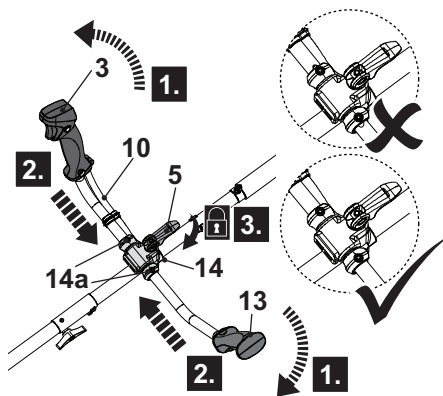

Fig. 6
1. Déployez le levier de serrage (5) mais ne le retirez pas, puis faites pivoter les deux poignées (3, 13) de 90 ° de la position d'entreposage à la position de travail (Fig. 6, étape 1).
2. Faites passer la fente des poignées (3, 13) dans les boulons (14a) du support de poignée (14) jusqu'à ce que vous entendiez un clic, puis maintenez les poignées (3, 13) dans cette position (Fig. 6, étape 2). Fixez les connexions en serrant les boulons (14a) dans le sens des aiguilles d'une montre à l'aide de la clé Allen fournie (4mm) (25).
3. Verrouillez les poignées (3, 13) en rabattant le levier de serrage (5). Si le levier de serrage (5) ne peut pas être rabattu, desserrez-le et rabattez-le à nouveau. Si le levier de serrage (5) est trop lâche, serrez-le en le faisant pivoter dans le sens des aiguilles d'une montre (Fig. 6, étape 3).
4. Assurez-vous que le cordon électrique (10) passe sur la poignée droite (3).